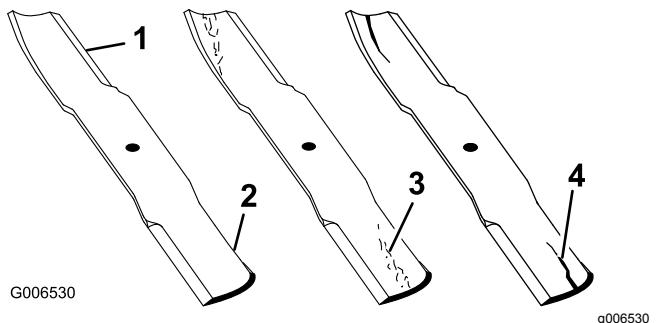

Figura 78
1. Ispécione as extremidades de corte (Figura 78).
4. Se verificar quaisquer fissuras, desgaste, ou a formação de ranhuras nesta área instale imediatamente uma lâmina nova (Figura 78).